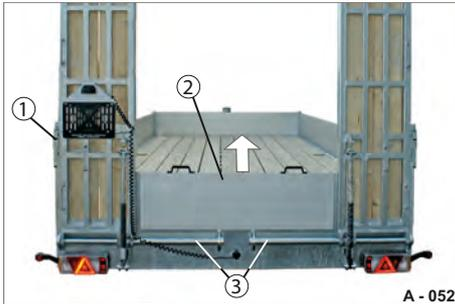

Abb. 77 Auffahrrampen entsichern
- ▶ Ggf. die Steckwand (Abb. 77/2) entfernen.
- ▶ Prüfen, dass die Spurweiten-Führungsgestänge (Abb. 77/3) frei von Verunreinigungen sind - ggf. vorher säubern und etwas einfetten.
- ▶ Auffahrrampen-Sicherung (Abb. 77/1) entriegeln.